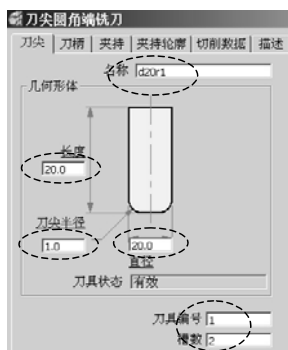
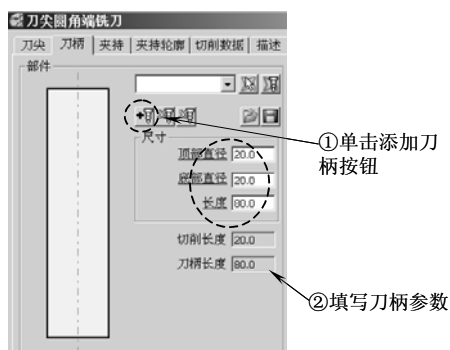

图 7-5 “d20r1”切削刃部分参数
图 7-6 “d20r1”刀柄部分参数
3) 创建粗加工刀具: 在 PowerMILL 资源管理器中, 右击“刀具”树枝, 在弹出的快捷菜单条中选择“产生刀具”→“刀尖圆角端铣刀”, 打开“刀尖圆角端铣刀”表格, 按图 7-5 所示设置刀具切削刃部分的参数。单击“刀尖圆角端铣刀”表格中的“刀柄”选项卡, 按图 7-6 所示设置刀柄部分参数。